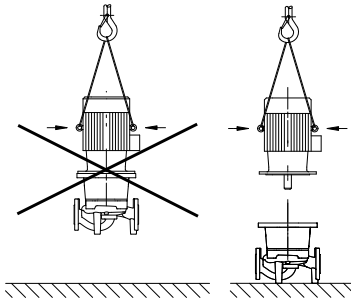

Fig. 6: Transport af motoren (princippillustration)
- Hvis transportringene placeres på motoren, er kun tilladt at transportere motoren, men ikke hele pumpen med dem (fig. 6).